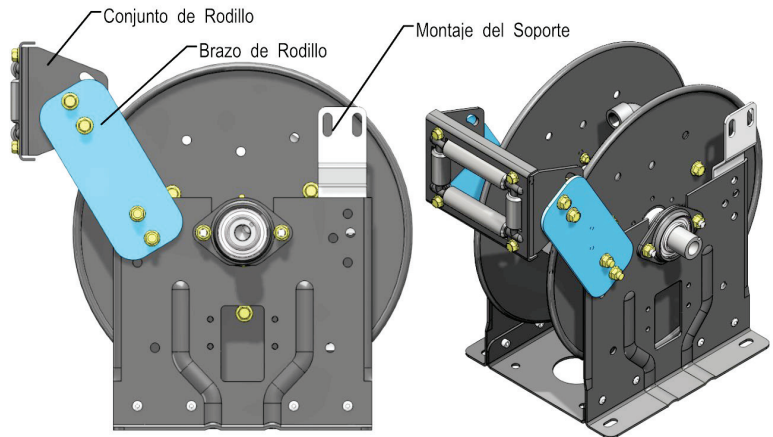

Figura 4 – Carrete con rodillos en la posición “TR”
4. Cambie los brazos de rodillo a la posición “TR”(Figura 4)al lado trasero del carrete. Alinee los agujeros y instale los pernos..
5. Reinstale el soporte de montaje de resorte como se muestra en la Figura 4 con dos pernos “spinlock” 3/8”-16 x 0.75 y dos tuercas “spinlock” 3/8”-16. El carrete debe parecerse como la Figura 4.